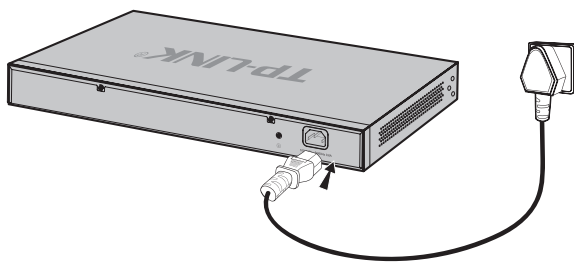

图3-4 电源线连接示意图
2. 交换机原装电源线连接交换机与电源插座，如**图3-4**所示。